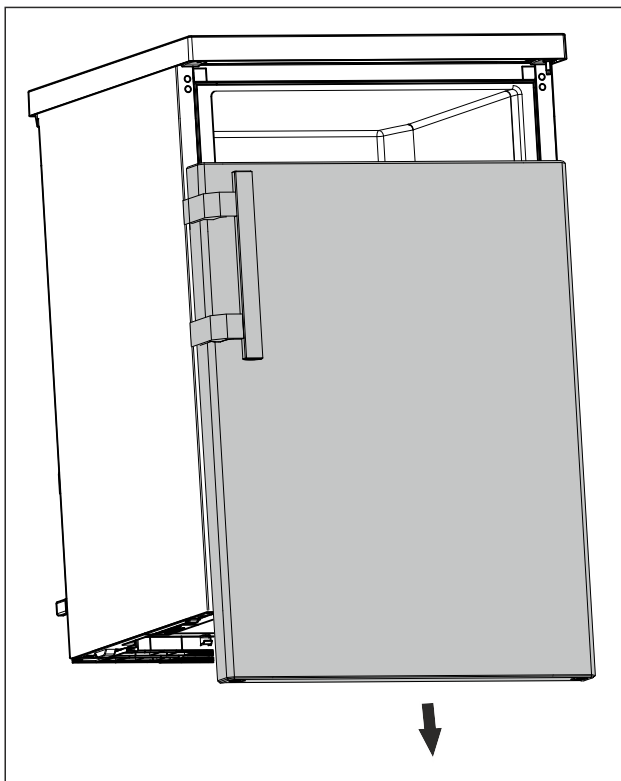

Fig. 12
- Vegye le lefelé az ajtót. (lásd Fig. 12)